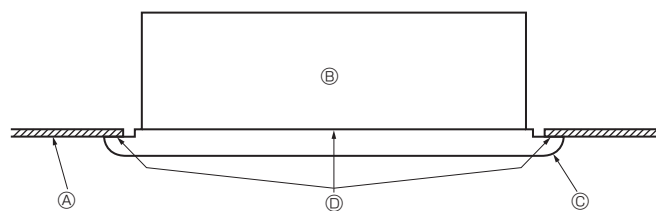

Рис. 5-6
- Далее затяните крепежные болты ② и крепежные винты ③ в трех местах в центре.
- И наконец затяните крепежные болты ② в четырех местах слева и справа.
- На этом этапе убедитесь в отсутствии щелей между внутренними прибором и передней панелью, а также между передней панелью и поверхностью потолка. Наличие щелей может привести к попаданию ветра, что, в свою очередь, может вызвать капание воды. (Рис. 5-6).
- * Плотно затяните крепежные болты ② и крепежные винты ③.
5.4. Контрольные проверки после установки (Рис. 5-6)